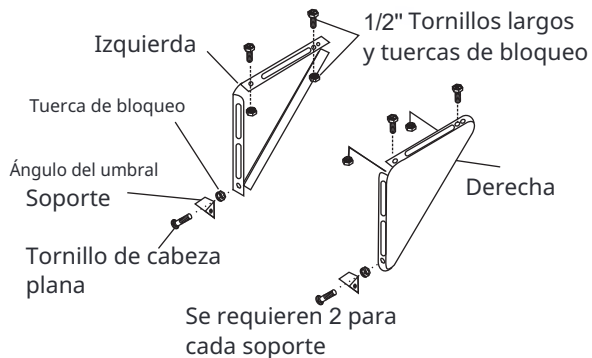
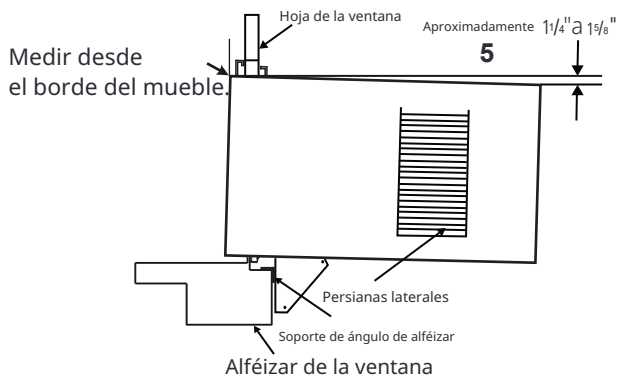

Fig. 15B
Fig. 14
- Ensamble el soporte de ángulo de alféizar a los soportes de montaje en la posición marcada (Fig. 15B). Apriete a mano, pero permita cambios posteriores. **NOTA** Compruebe que el aire acondicionado está inclinado hacia atrás aproximadamente $1/4''$ a $1/8''$ (inclinado alrededor de 3° a 4° hacia abajo hacia el exterior). Después de la instalación adecuada, el condensado no debe drenar del orificio de drenaje de desbordamiento durante el uso normal, corrija la pendiente de lo contrario (Fig. 14).